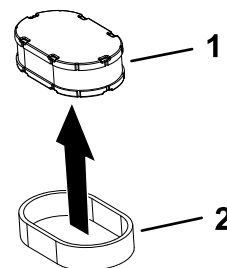

Figure 32
5. Séparez les éléments en mousse et en papier (Figure 32).